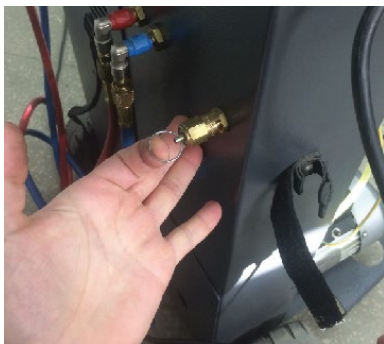

Рисунок 20. Клапан сброса заправочной станции (пример)
6.2. Удалите из системы не конденсируемые примеси через специальный клапан рис. 20, согласно указаниям инструкции (руководства по эксплуатации) на используемую заправочную станцию.